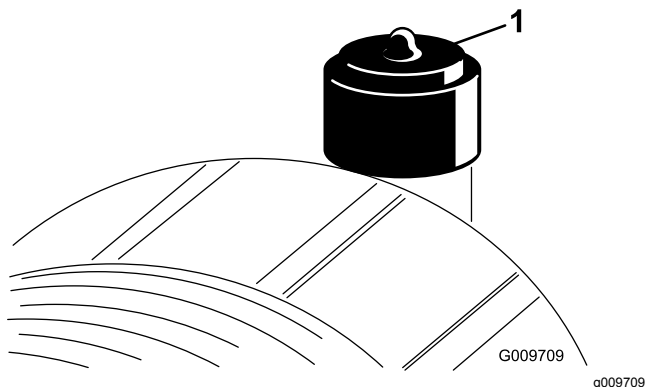

Figura 80
Effettuate la manutenzione del filtro dell'aria solo quando la spia (Figura 80) lo richiede. Sostituendo il filtro dell'aria prima del necessario si aumenta il rischio che la morchia entri nel motore quando si toglie il filtro.
2. Se la spia (Figura 80) è rossa, ripristinatela.